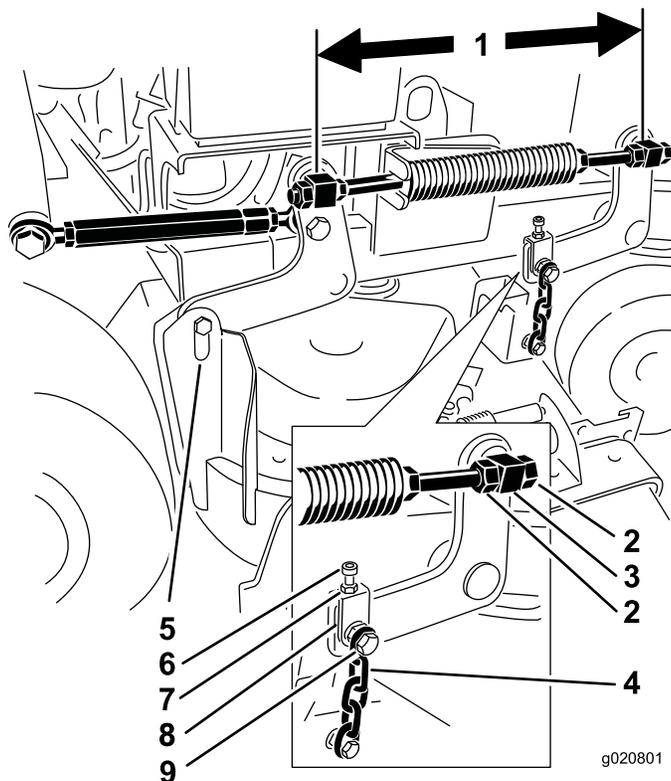

図 82
6. 各ねじ棒において、スイベル間の距離スイベルの中心から中心までの長さを測定する。この長さが、36 インチ91cmデッキでは 49.5cm、40 インチ102cmデッキでは 43.7cm であることが必要である 図 82。
11. 調整が必要な場合は、上チェーンボルトをゆるめる 図 82。
6. 上チェーンボルトをゆるめる **図 82**。